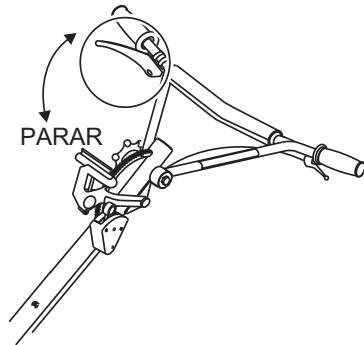

Figura 28. Alavanca de presença do operador (posição de funcionamento) (Característica opcional)
- Para começar a alisar, enquanto segura nos punhos da barra de direcção, agarre e puxe a alavanca de presença do operador se estiver instalada. (Figura 28).